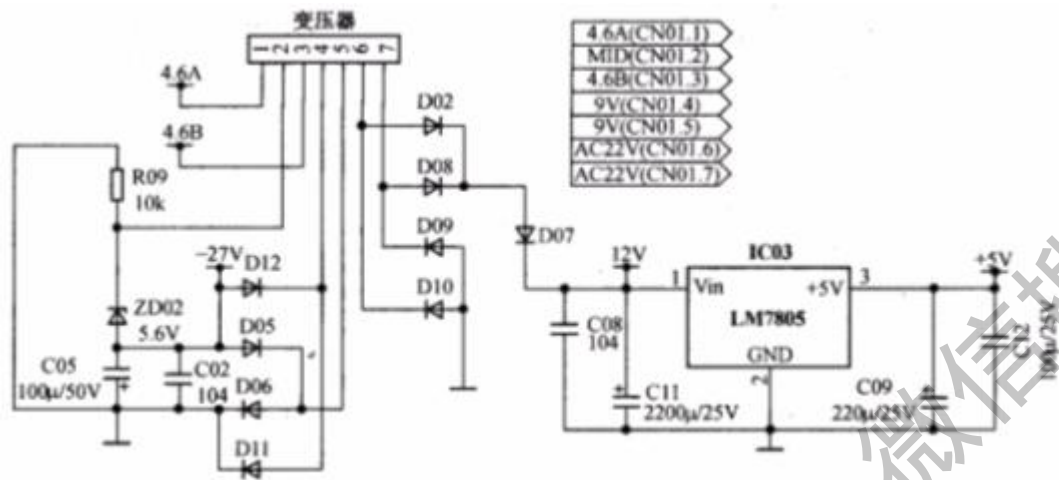
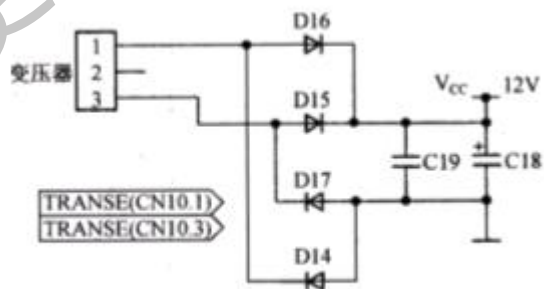

图2-4 电源电路原理图
图2-5 换气电机的电源电路
电源电路原理如图 2-4 所示，交流 220V 经电源变压器的⑥脚和⑦脚降压后输出 AC12V，经过 D02、D08、D09、D10 二极管桥式整流、D07、C08、C11 平滑滤波后得到较平滑的直流电 DC12V（此电压为 TDA62003AP 驱动集成块及速鸣器提供工作电源），再经 LM7805 稳压及电解电容 C09、C12 滤波后，便得到了一稳定的 5V 直流电（此电压为单片机及一些控制检测电路提供工作电源。电源变压器①和②脚降压输出二交流电压，此电压和 LM7805 输出的 DC5V 为显示屏和显示控制电路提供降压输出的 AC12V，经 D14、D15、D16、D17 后，输出一较稳定的直流电，为换气电机提供工作电源。换气电机的电源单独提供，由 220V 变压器桥式整流和电容 C19 高频滤波及电解电容 C18 平滑滤波之供工作电源，如图 2-5 所示。